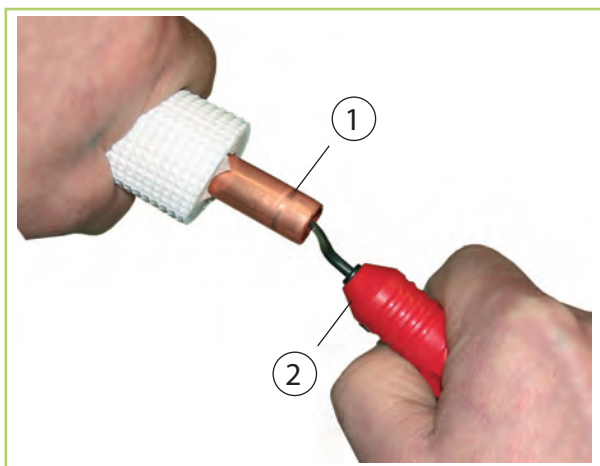
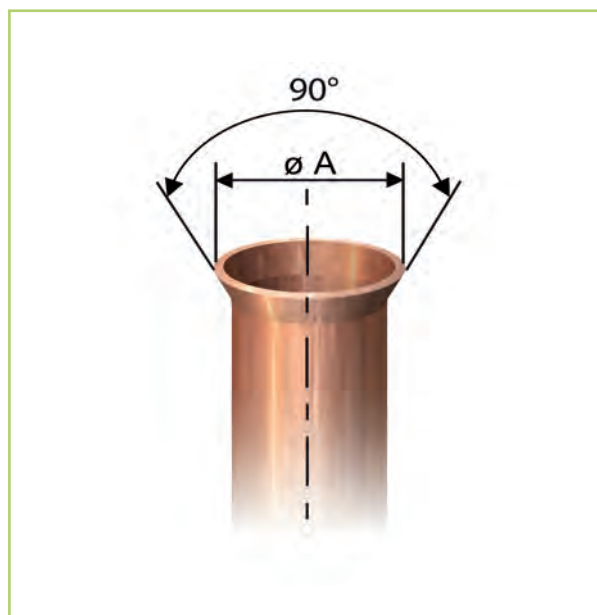

Abb. 53: Entgraten der Kältemittelleitung
Abb. 55: Korrekte Bördelform
- Zur Erstellung der Anschlüsse an die Module müssen die Kupferrohre mit einem Bördel versehen werden. Dabei ist auf eine korrekte Form des Bördels und passende Überwurfmuttern (im Lieferumfang) zu achten (Abb. 53 bis Abb. 55).